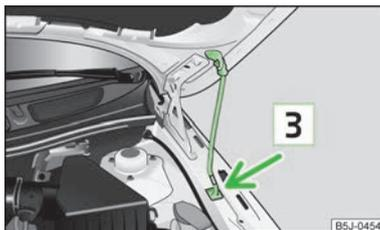

Fig. 114 Seguro del capó con la varilla de apoyo
- Retirar la varilla de apoyo desde la fijación y asegurar el capó abierto colocando el extremo de la varilla en el orificio » fig. 114 previsto para ello.